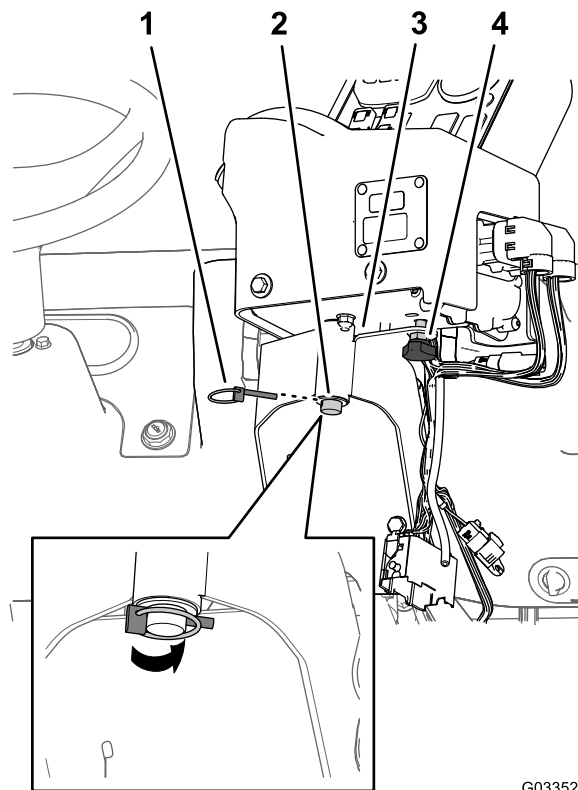

Figura 18
2. Instalați consola de comandă pe suportul de montaj al sistemului de control și fixați consola de comandă cu tiftul cu clemă în arc (Figura 18).
3. Instalați rozeta manuală și strângeți-o pentru a preveni rotirea consolei în timpul funcționării (Figura 18).